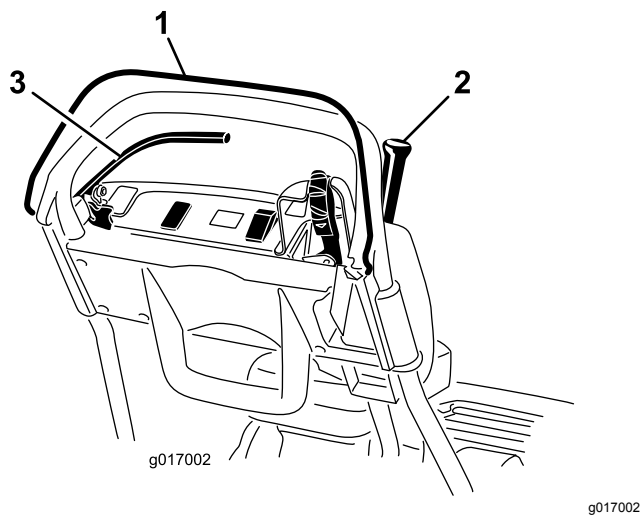

图34
3. 放开操作员到位控制装置后尝试接合牵引杆 (图34)。牵引杆应该不能接合。如果牵引杆能够接合则需要对联锁系统进行维修。请在操作机器之前纠正该问题请参阅 维护牵引联锁开关 (页码 32)。
4. 压下操作员到位控制装置并接合牵引杆后松开操作员到位控制装置图34。牵引杆应脱离。如果牵引杆不能分离则需要对联锁系统进行维修。请在操作机器之前解决该问题。请参阅 维护牵引联锁开关 \(页码 32\)。
5. 压下操作员到位控制装置并将换挡控制杆移至左侧接合牵引和滚刀驱动装置然后松开操作员到位控制装置图34。牵引杆应脱离。如果牵引杆不能分离则需要对联锁系统进行维修。请在操作机器之前纠正该问题请参阅 维护牵引联锁开关 \(页码 32\)或 调整滚刀控制装置 \(页码 34\)。